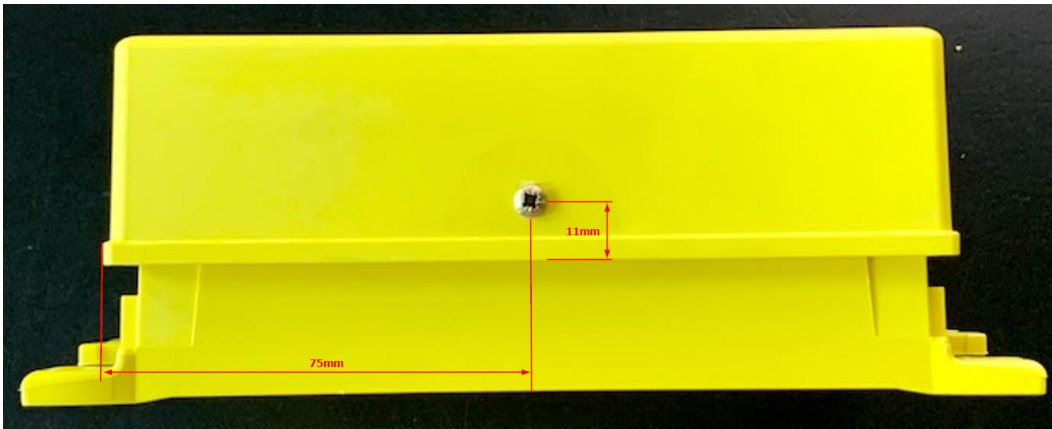

Abbildung 14: Absturzsisicherung mit Schraube
- Loch gemäß Abbildung 14: Absturzsisicherung mit Schraube 75mm vom linken Rand (am Falz gemessen) und 11mm von der Falzkante.